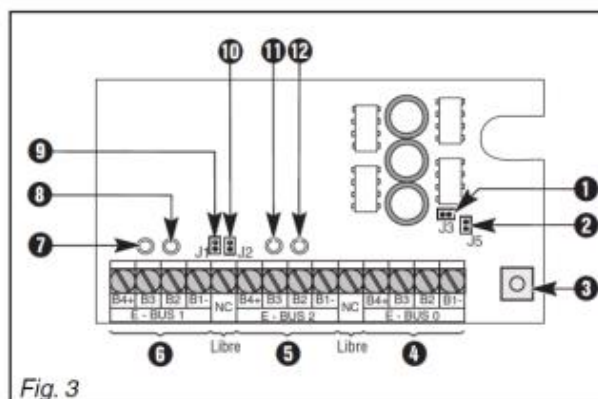

Fig. 3
## 3.2.1 Carte amplificateur de bus SMR 11 (fig. 3)
Si la carte SMR 11 n'est pas montée dans le boîtier SAR 11, le connecteur ❷ de la (fig. 3) doit, soit être relié à un contact d'auto surveillance externe, soit être mis en court circuit.